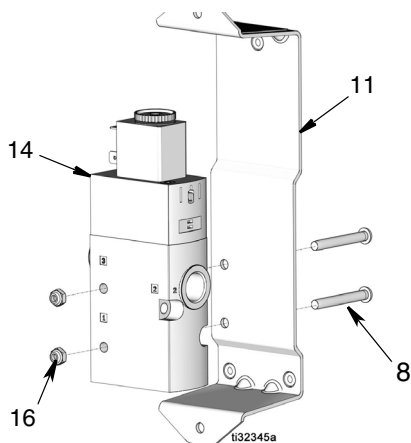

FIG. 27
6. Quite los dos tornillos (8) y las tuercas (16) que sujetan la válvula solenoide (14) a la ménsula (11) y retire la válvula solenoide de la ménsula (FIG. 27).